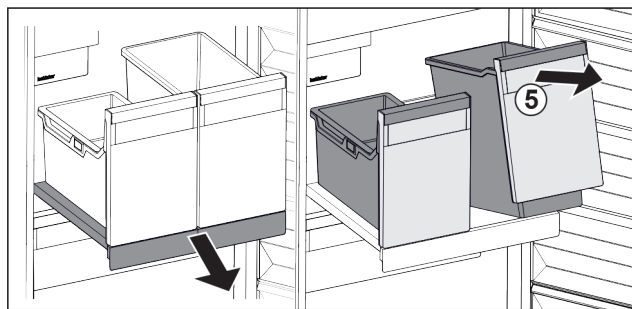

Fig. 191
- ▶ Ngrijeni kutinë Fig. 191 (5) lart përpara.